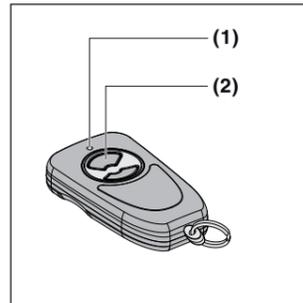

Fig. 1
2 Device description (fig. 1)
4.2 Using the hand transmitter (fig. 1)
- Press button (2) on the hand transmitter. The function assigned to the button (e.g. open/close door) will be carried out.
2 Beskrivning av enheten (fig. 1)
4.2 Använda fjärrkontrollen (fig. 1)
- Tryk på knappen (2) på fjärrkontrollen. Funktionen som är kopplad till knappen utförs (t.ex. öppna/stänga porten).
2 Beskrivelse af apparatet (fig. 1)